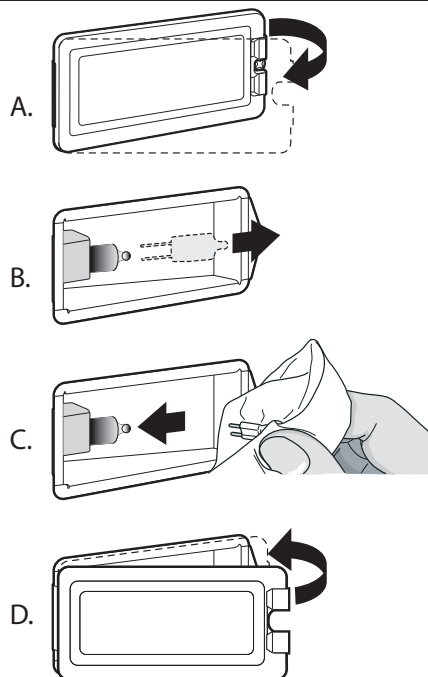

Figura 32: Ubicación de la abertura
3. Inserte un destornillador plano entre la atadura de fijación y la caja protectora (Figura 32, A).
6. Quite la tapa de la lente de vidrio y la atadura de fijación (Figura 32, B).
8. Tire hacia abajo para instalar la bombilla correctamente (Figura 32, C).
9. Instale la lente de protección en la atadura del soporte y empuje la otra extremidad hasta que la atadura de fijación se enganche a la caja protectora (Figura 32, D).